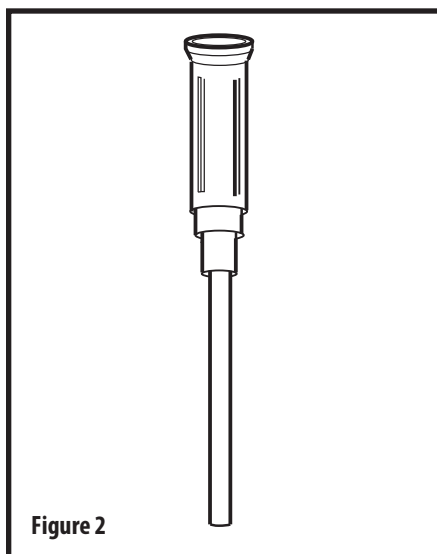

Figure 2
7. För in introducerkanylen (**fig 2**) i jejunalporten tills fattningen är i kontakt med jejunalsondens matningsport och introducerkanylen är tydligt synlig i sonden. Introducerkanylen öppnar envägsventilen och skyddar den från att skadas av ledaren.